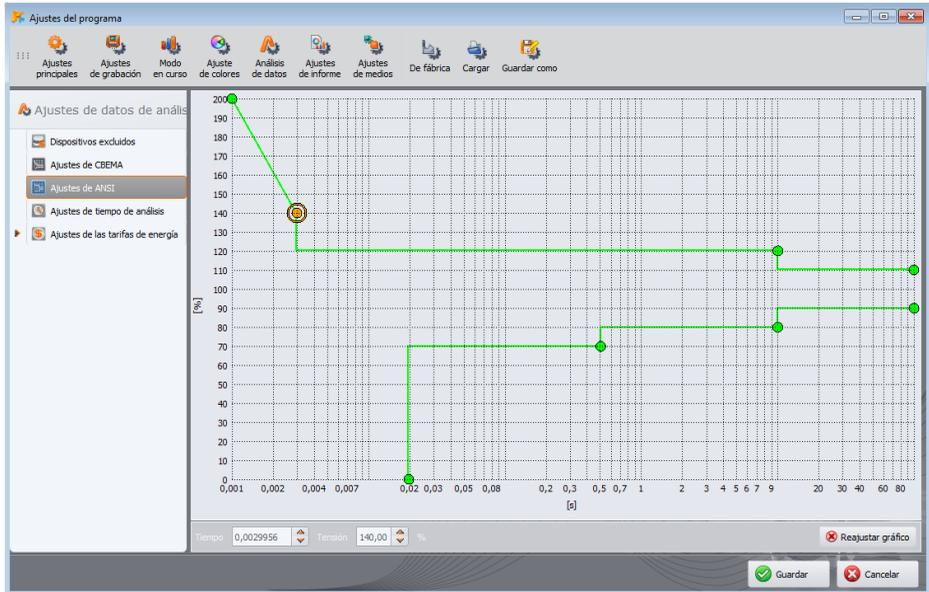

Fig. 86. Ajustes del programa - ajustes de ANSI.
- **AJUSTES DE ANSI** – permiten cambiar los criterios predeterminados para los diagramas ANSI como en caso de los diagramas CBEMA (Fig. 86). El cambio se realiza mediante el cambio de la posición de los nudos en el gráfico. Los ajustes predeterminados se pueden restaurar haciendo clic en el botón **REAJUSTAR GRÁFICO**.